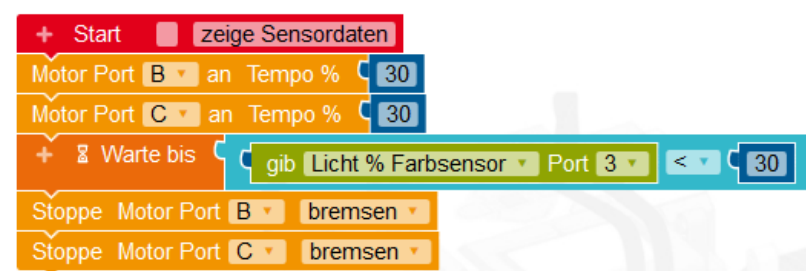
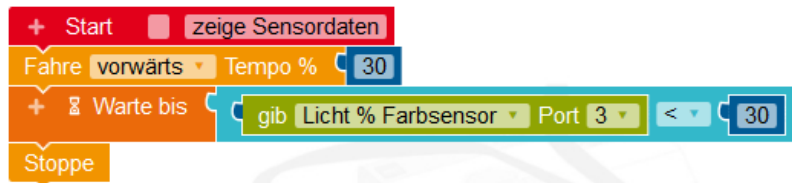

Abbildung 4: Programm zum Beispiel "stoppe am Abgrund" mit *warte*-Baustein
Abbildung 5: Programm zum Beispiel "stoppe am Abgrund" mit warte-Baustein und Fahren-Bausteinen
**Variante 1 mit *warte*-Baustein:** Damit der Roboter bis zum Abgrund fährt, starten wir zunächst die Motoren. Dann warten wir bis die Bedingung *Helligkeitswert des Farbsensors an Port 3 kleiner als 30* erfüllt ist. Danach stoppen wir die Motoren, damit der Roboter anhält. Das vollständige Programm siehst du in Abbildung 4.
Das Programm in Abbildung 5 verwendet statt der Bausteine zum Bewegen der Motoren die Bausteine zum Fahren. Der Ablauf des Programms ist der gleiche wie bei dem Programm in Abbildung 4.
- Kannst du auch das Programm aus Abbildung 4 oder aus Abbildung 5 mit dem warte-Baustein so verändern, dass der Roboter am Abgrund ein Stück zurückfährt, seine Richtung ändert und anschließend bis zum nächsten Abgrund weiterfährt?